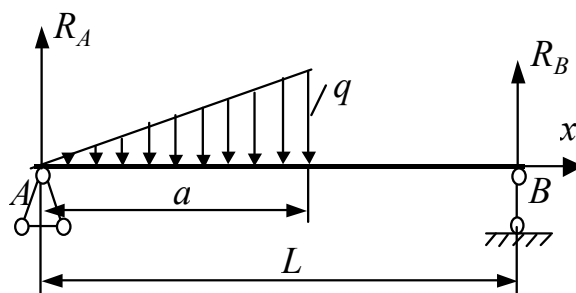
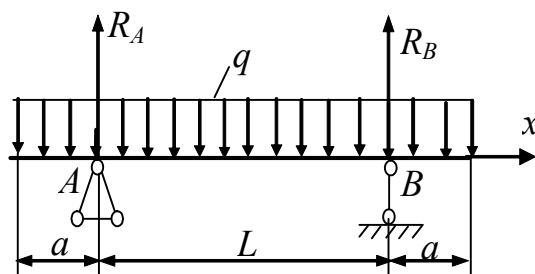

Рисунок 2.1 – Схема навантаження, завдання 1
Рисунок 2.2 – Схема навантаження, завдання 2
2. За схемами навантаження (рис.2.1 та рис.2.2):
Розрахунок внутрішніх зусиль у балках за схемою навантаження рис.2.1. (гіперпосилання у документі документ MSWord на відповідний файл MathCADa).
Розрахунок внутрішніх зусиль у балках за схемою навантаження рис.2.2. (гіперпосилання у документі документ MSWord на відповідний файл MathCADa).